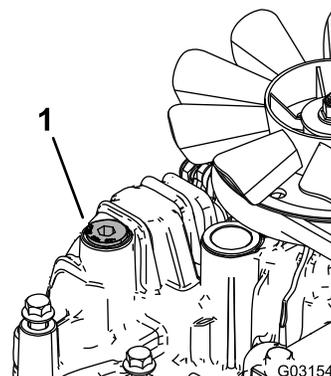

Рисунок 77
11. Полностью ослабьте пробку вентиляционного отверстия в каждой трансмиссии, чтобы она могла качаться из стороны в сторону (Рисунок 77).